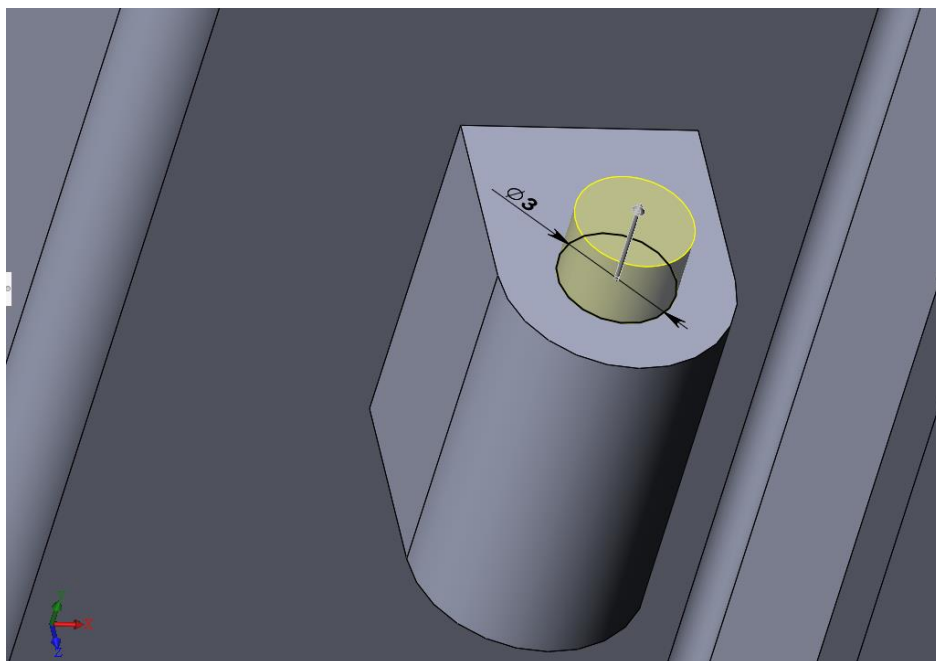

Рисунок 22 – создание оси петли блока
25. Выделить созданный эскиз в дереве модели. Выполнить операцию **«Вытянутая бобышка/основание»** на высоту равную 2 мм (рис. 22).